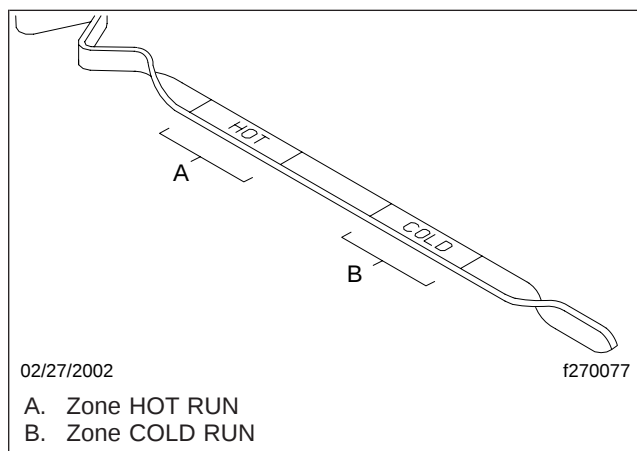

Fig. 12.4, Repères sur la jauge de liquide de transmission automatique
- Utilisez la transmission à un rapport de marche avant (D) jusqu'à ce qu'elle ait atteint la température de fonctionnement normale de 160 à 200 °F (71 à 93 °C).
- Sélectionnez le point mort (N) alors que le frein de stationnement est appliqué. Laissez le moteur tourner au ralenti.
- Essayez la jauge et vérifiez le niveau de liquide. Le niveau de fonctionnement sécuritaire se situe dans la zone HOT RUN (supérieure) sur la jauge. Voir la figure 12.4.